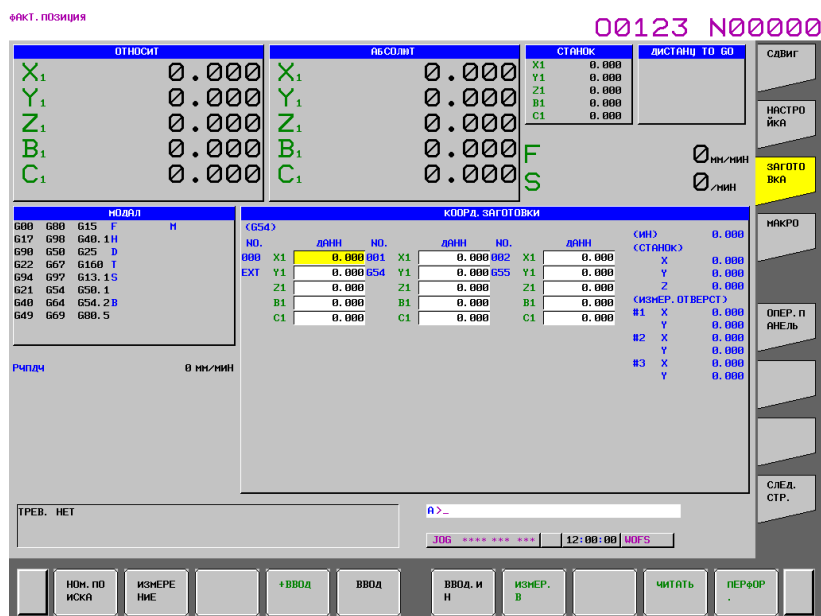

Рис. 1.1.3 (l) Экран настройки коррекции исходной позиции заготовки (15-дюймовый дисплейный блок)
- 6 Как только датчик обнаружит контакт с окружностью, введите сигнал пропуска в станок, таким образом останавливая осевое перемещение ручной подачи с помощью маховичка или непрерывной ручной подачи. Одновременно положение, в котором остановилась подача, сохраняется в качестве первой точки измерения. Координаты станка хранящейся в памяти точки измерения отображаются на экране внизу справа, см. Рис. 1.1.3 (1):